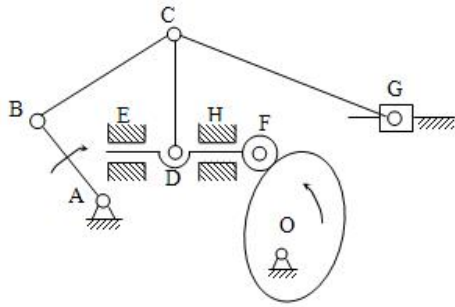
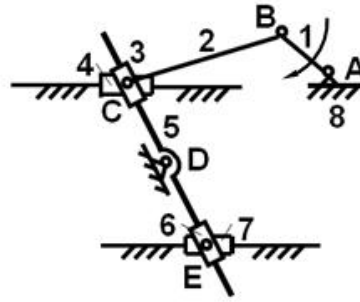

图 3
图 4
1、计算图 3 和图 4 所示机构的自由度，并判定其是否具有确定运动，(若有复合铰链、局部自由度和虚约束需明确指出，绘有箭头的构件为原动件)。